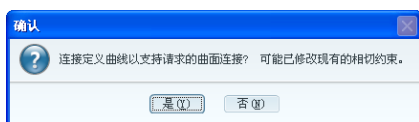

图 5-90 “确认”对话框
- 右击如图 5-89 所示的箭头，在弹出的快捷菜单中选择“曲率”命令，在弹出的如图 5-90 所示的“确认”对话框中单击“是”按钮。